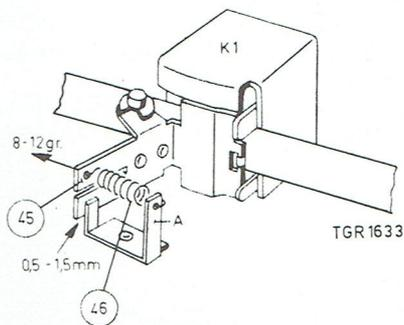

Fig. 16
F) Réglage de l'équerre de pression 45 (fig. 16).